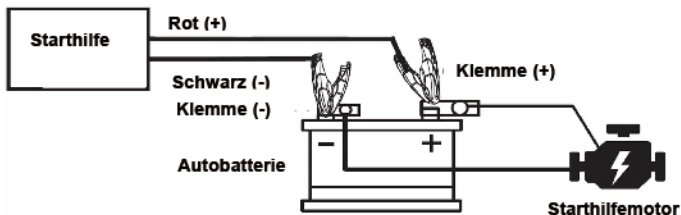

Abbildung 2: Die Verbindung wieder herstellen
E. Herunterfahren: Nachdem das Fahrzeug erfolgreich gestartet wird, behalten Sie alle Verbindungen bei (andernfalls kann das Steuergerät beschädigt werden) und stellen Sie die Verbindung zwischen Startkabel und Batteriepol wieder her (siehe Abbildung 2). Drücken Sie dann die ON / OFF-Taste Zum Ausschalten der Starthilfe und zum Trennen der Klemmen von der Batterie (Wenn der Start fehlschlägt, wiederholen Sie die Schritte B-D. Wenn Sie mehr als drei Mals wiederholen, warten Sie 10 Minuten, bevor Sie fortfahren. Oder prüfen Sie, ob weitere Störungen vorliegen.).